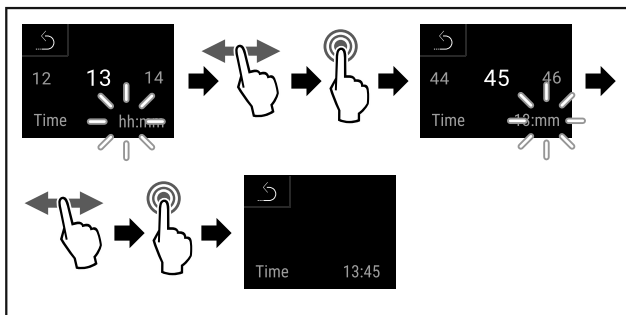

Fig. 56
- Handlungsschritte (siehe Fig. 56) durchführen.